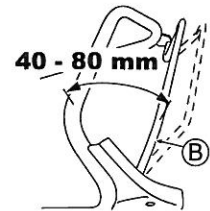

Abb. 15.
Nehmen Sie die Einstellung so vor, dass die Maschine läuft (die Kupplung einrastet), wenn der Abstand zwischen dem Kupplungshebel (B) und dem Griff, wie in Abb. 15 dargestellt, 40 - 80 mm beträgt.